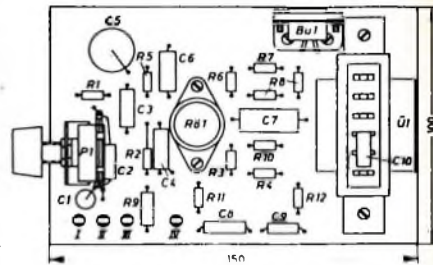

Bild 4. Anordnung der Einzelteile auf der 150 mm x 100 mm großen Montageplatte
Alle Einzelteile finden auf einem 150 mm x 100 mm großen Resopalbrettchen Platz. Es empfiehlt sich, den Aufbau nach Bild 4 vorzunehmen, um unerwünschte Kopplungen zu vermeiden. An der linken Breitseite der Montageplatte ist das Lautstärkepotentiometer angeordnet. Zwischen diesem und dem Ausgangsübertrager an der rechten Breitseite wird der Sockel für die Röhre ECL 86 montiert, um den dann die einzelnen Bauelemente gruppiert sind. An der Rückseite ist an einem kleinen Blechwinkel die Lautsprecherbuchse Bu 1 angeschraubt. Der Kondensator C 10 wird direkt an die Lötleiste von (1) gelötet. d